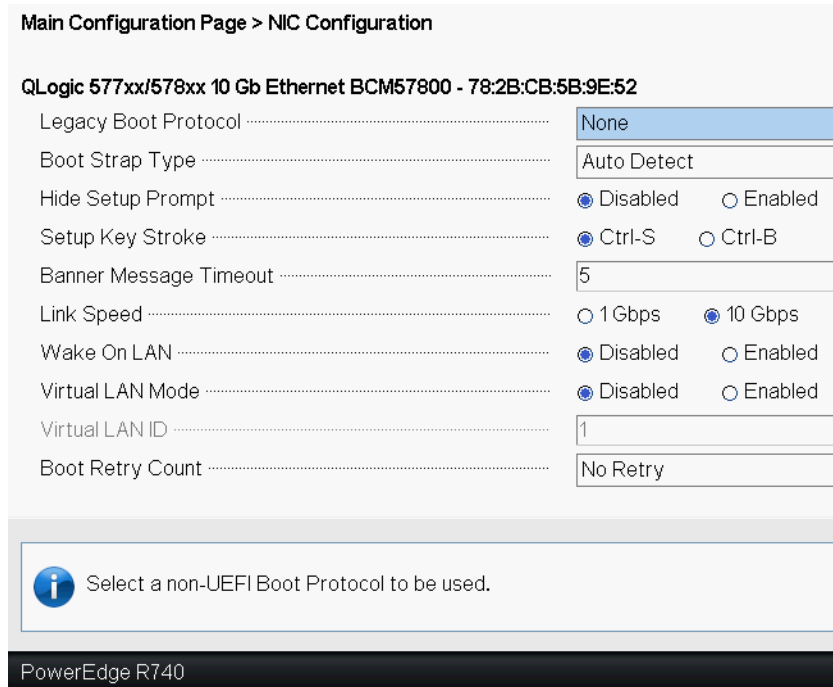

Figura 6-5. Configuração da NIC
5. Na página de configuração da NIC (consulte Figura 6-5), use o menu suspenso **Legacy Boot Protocol** (Protocolo de inicialização herdado) para selecionar o protocolo de inicialização escolhido, se outros protocolos de inicialização além do **Preboot Execution Environment (PXE)** (Ambiente de pré-execução (PXE)) estiverem disponíveis. Se estiverem disponíveis, outros protocolos de inicialização podem ser o **iSCSI** e **FCoE**. As portas 1GbE do BCM57 xxx suportam apenas inicialização remota PXE e iSCSI.